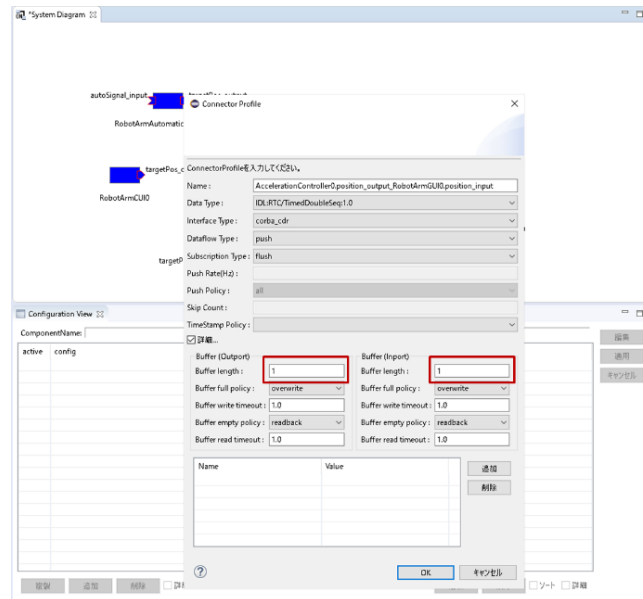

図 27 Buffer length の設定
A. RTSystemEditor で「RobotArmGUI」と「AccelerationController」コンポーネントを接続する際に、表示されたダイアログの「詳細」にチェックマークを入れ、「Buffer length」を 1 に設定してから OK を選択してください（図 27）。計 4 箇所指定します。